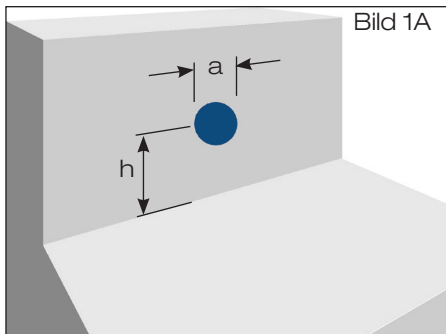

Bild 1A
- 1.2 Attikakernbohrung nach Tabelle 2 erstellen (Bild 1A).